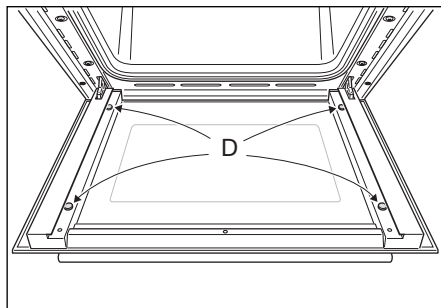

Fig. 47a
- Vérifiez que les quatre patins en caoutchouc sont en place (« D » sur la Fig. 47a).